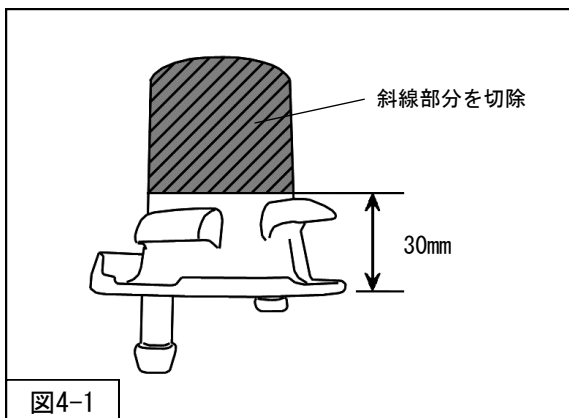

図4-1
1. 純正ロアマウンティングラバーを、下から30mmのところを切除してください。(図4-1)